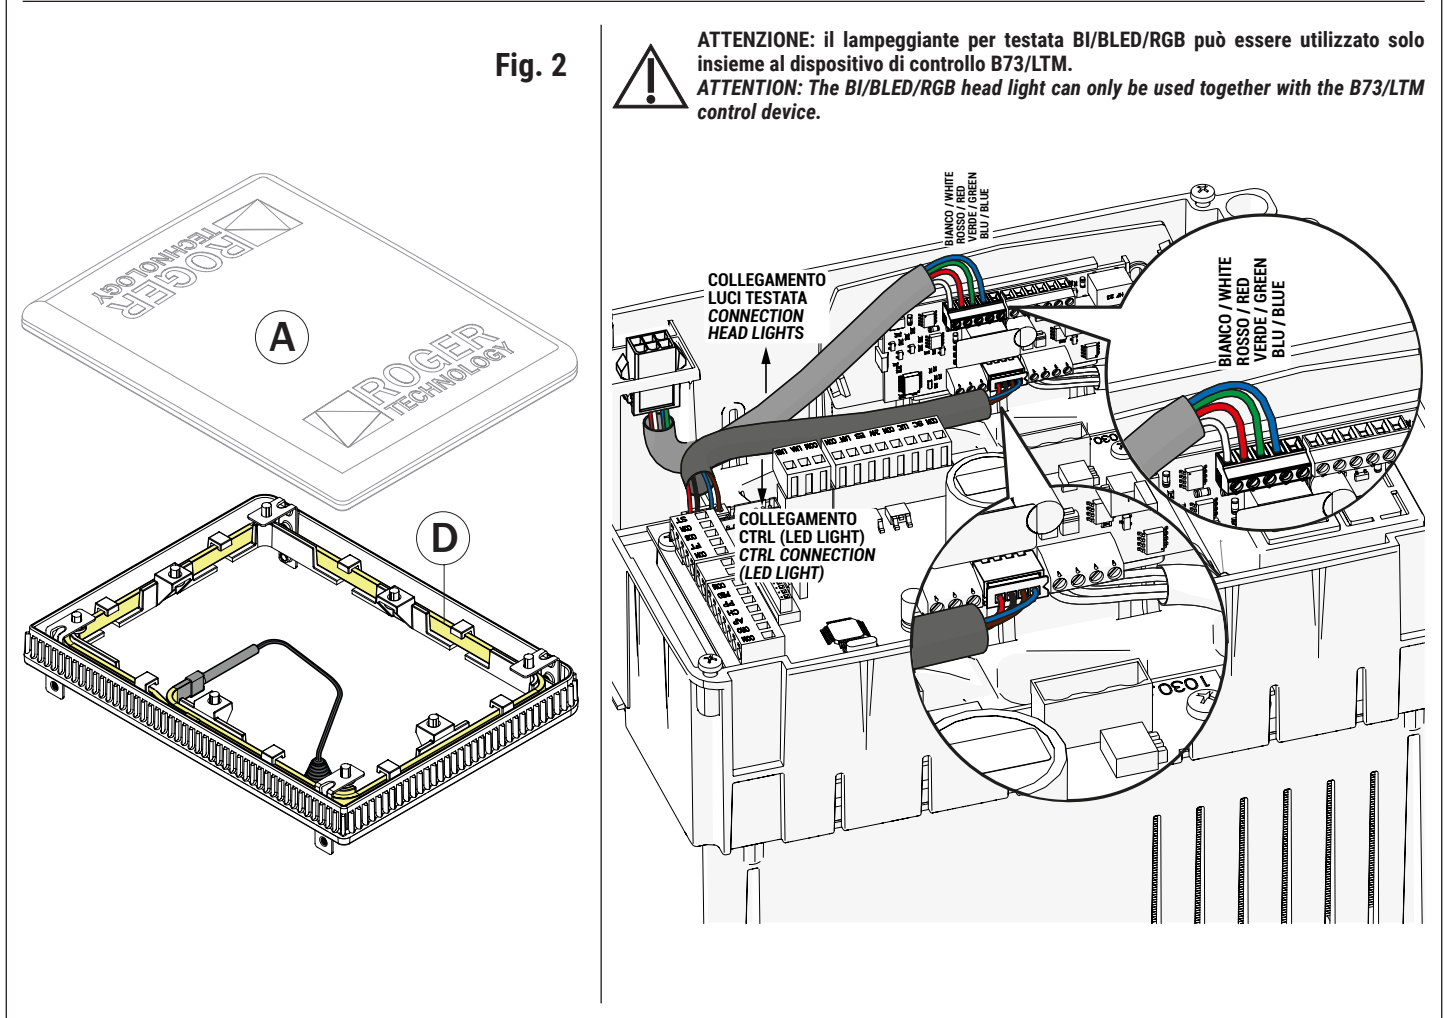

Fig. 1
2. Svitare le viti che fissano la testata [A] alla barriera (fig. 1).
3. Alzare il passacavo [C] (fig. 1).
4. Scollegare il connettore [B] (fig. 1).
2. Unscrew the screws that fasten the head [A] to the barrier (fig. 1).
3. Lift the cable grommet [C] (fig. 1).
4. Disconnect the connector [B] (fig. 1).
2. Die Schrauben zur Befestigung des Kopfteils [A] an der Schranke abschrauben (Abb. 1).
3. Die Kabeldurchführung [C] anheben (Abb. 1).
4. Den Steckverbinder [B] trennen (Abb. 1).
2. Dévisser les vis qui fixent la tête [A] à la barrière (fig. 1).
3. Lever le presse-étoupe [C] (fig. 1).
4. Débrancher le connecteur [B] (fig. 1).
2. Desenrosque los tornillos que fijan el cabezal [A] en la barrera (fig. 1).
3. Levante el pasacable [C] (fig. 1).
4. Desconecte el conector [B] (fig. 1).
2. Desenrosque os parafusos que fixam a cabeça [A] à barreira (fig. 1).
3. Levante a guia de cabo [C] (fig. 1).
4. Desligue o conector [B] (fig. 1).